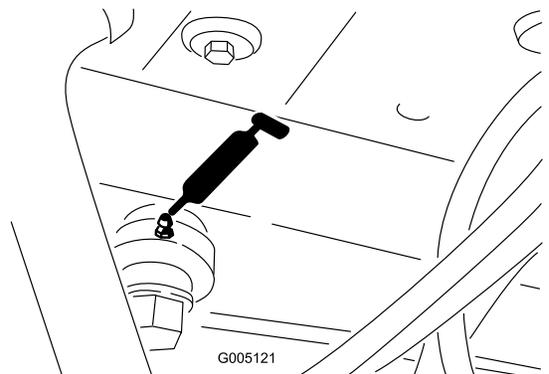

Figure 33
- Extrémité du vérin de direction (Figure 33)